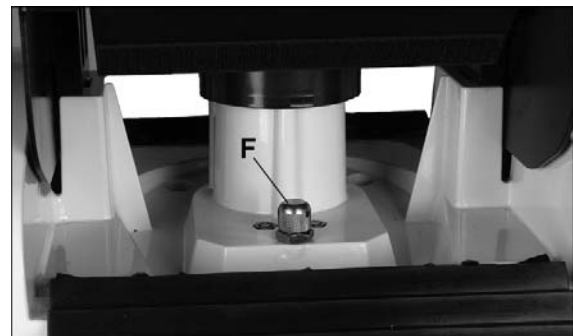

Abbildung 16
3. Die hintere Abdeckung öffnen und den Bereich um den Öldeckel säubern. Den Öldeckel (F, Abbildung 16) von Hand abschrauben und die Feder entfernen.